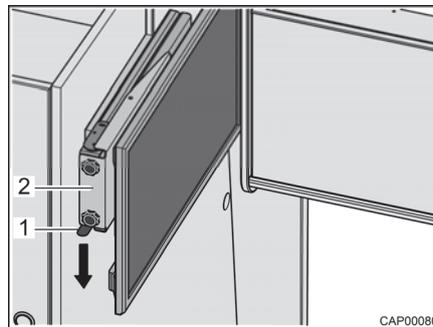

Bild 70 Auszug mit Flachbildschirm
- Rastfeder (Bild 70,1) nach unten drücken und Auszug (Bild 70,2) mit Flachbildschirm waagrecht in Richtung Fahrzeugmitte herausziehen.
- Auszug (Bild 70,2) mit Flachbildschirm waagrecht bis zum Anschlag hineinschieben. Die Rastfeder (Bild 70,1) rastet hörbar ein.